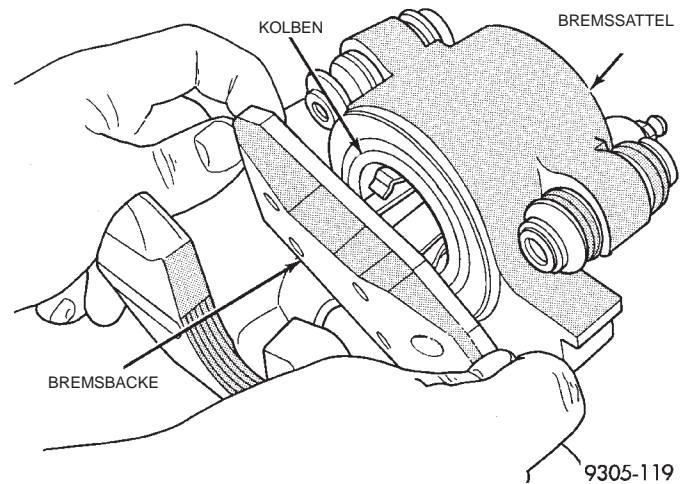

Abb. 9 Innere Bremsbacke
(3) Innere Bremsbacke vom Kolben wegziehen, bis sich der Halteclip aus der Vertiefung im Kolben gelöst hat (Abb. 9).
(4) Die neue innere Bremsbacke mit den Daumen kräftig in die Kolbenbohrung drücken und dadurch am Bremssattelkolben installieren (Abb. 9).